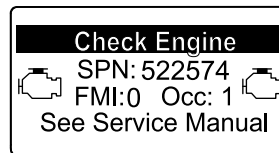

Рисунок 52
- Предупреждение о двигателе SPN 522574, FMI: 0 (Рисунок 52)